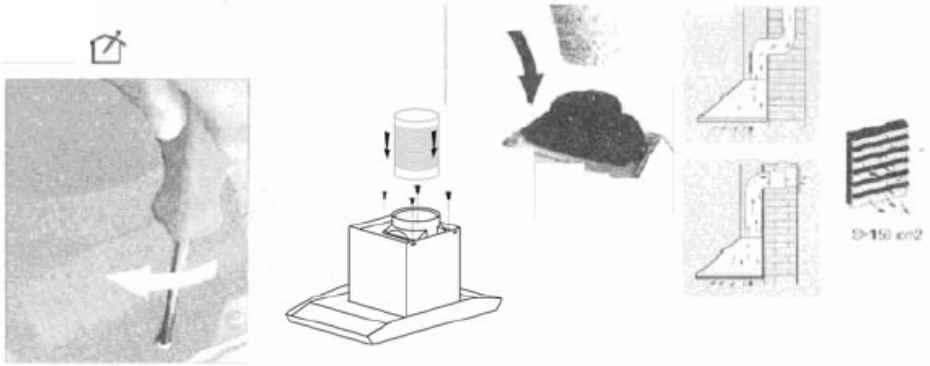

Fig. 6
6. (ALLEEN ZUIGFUNCTIE) Installeer het verbindingstuk op de bovenkant van de afzuigkap (zie fig. 6). Sluit daarna op het verlengstuk de afvoerpijp zoals hierna beschreven. Vergeet niet, dat deze leiding aan de specificaties moet voldoen, die in de beschrijving van de zuigmodi / luchtzuivering staan vermeld (recirculatie).